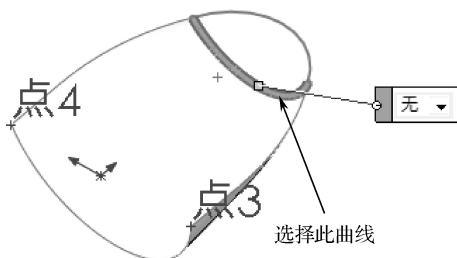
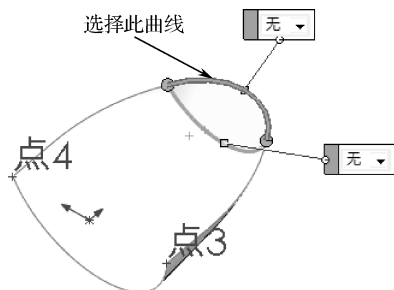

图 14-27 选择的曲线
图 14-28 选择的曲线
选择菜单栏中的“插入”→“曲面”→“边界曲面”命令，系统弹出“边界-曲面”属性管理器，单击“方向 1 (1)”选项组下的选项框，选择如图 14-27 所示的曲线，此时系统显示一个方向的边界曲面预览；选择另外一条曲线，生成边界曲面预览，如图 14-28 所示。